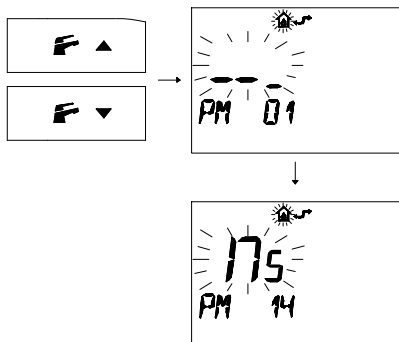

fig. 7.5
- 10 Premere i pulsanti  o  per visualizzare la programmazione "*PM 14*" Potenza di accensione (fig. 7.5)
Nella fig. 7.5 si visualizza un *SET* programmato di 175.